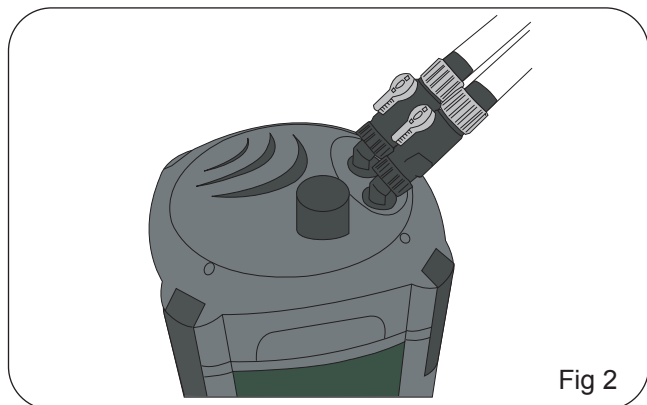

Fig 2
4. Scollegare i rubinetti dall'unità superiore svitandoli. Sciogliere la fascetta più vicina alla testa del filtro, non quelle sullo stesso lato del tubo flessibile. Potrete notare una lieve perdita di acqua. Fig 2